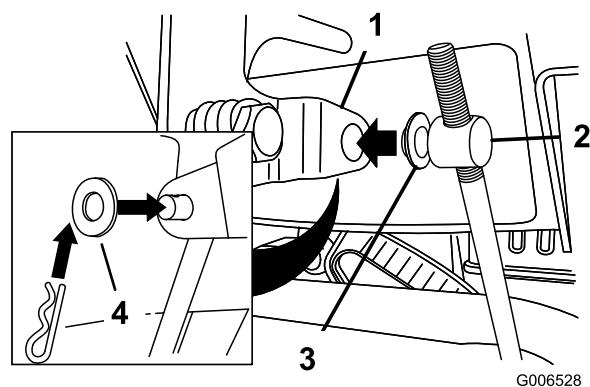

Рисунок 11
3. Выньте шплинт и снимите внешнюю шайбу с цапфы на верхнем конце штока управления скоростью (Рисунок 11).
Примечание: Для облегчения монтажа оставьте плоскую шайбу на цапфе (Рисунок 11).
6. Поднимите шток управления скоростью и вставьте цапфу в отверстие рычага переключения скоростей (Рисунок 11).